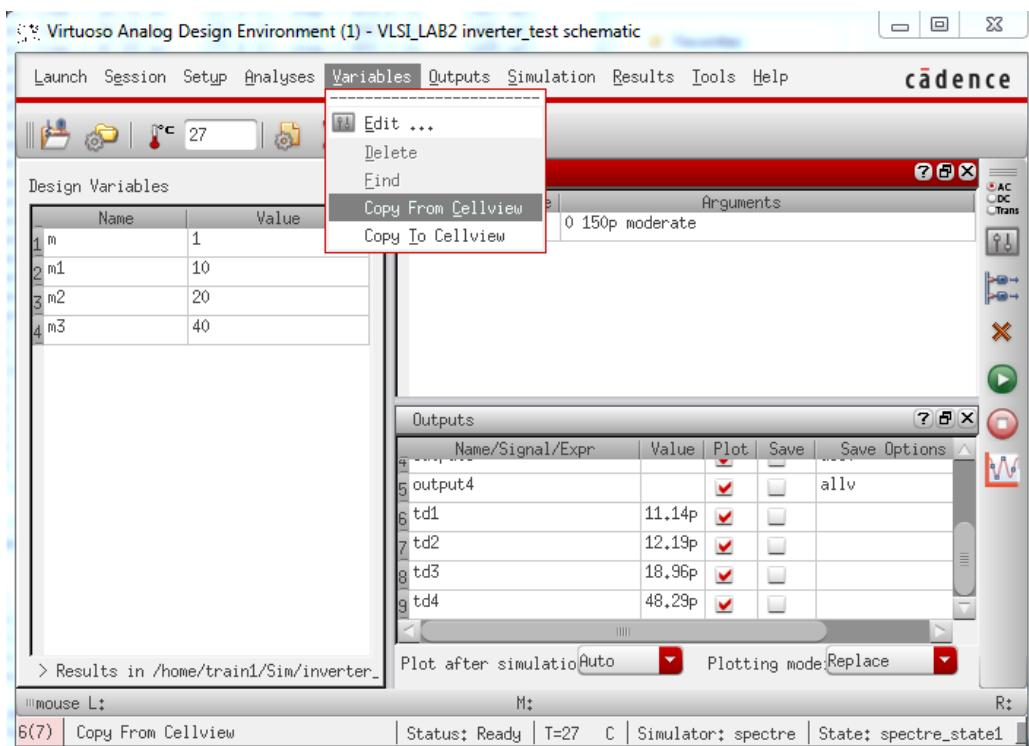
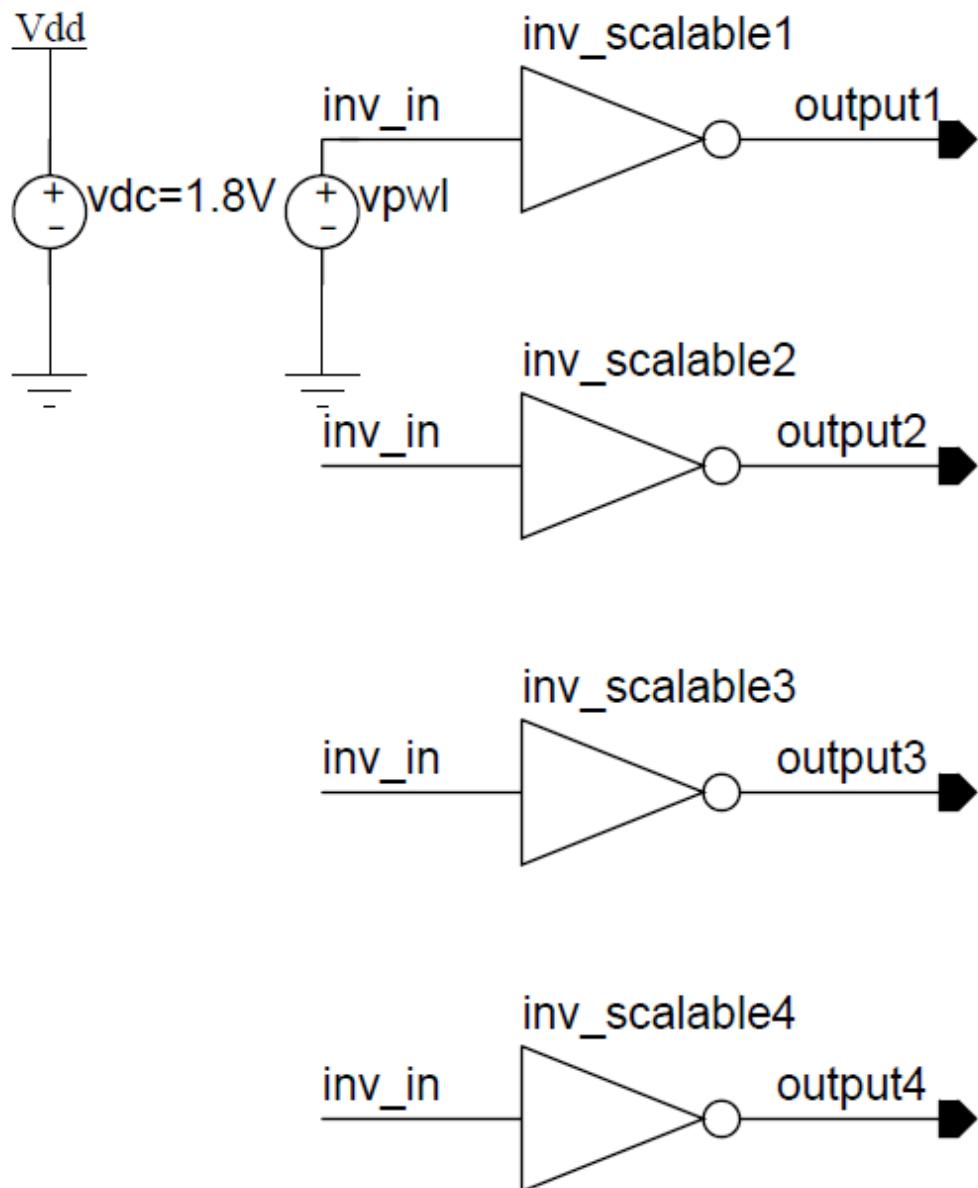
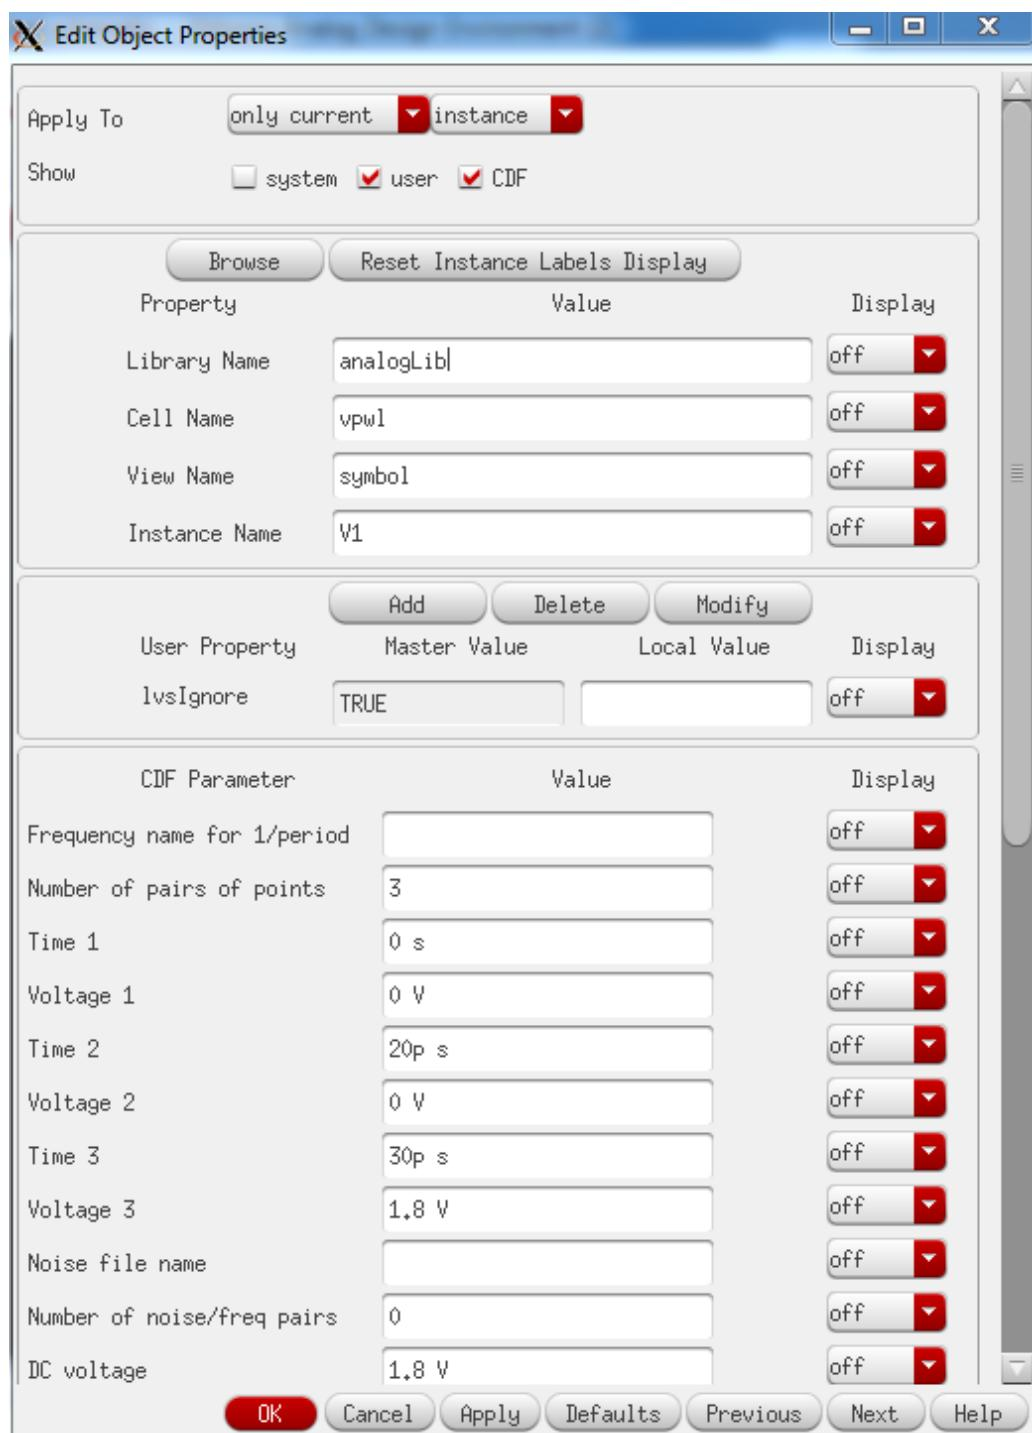

Figura 2.5: Inverter: Copierea variabilelor nou create din schema.
Figura 2.6: Inverter: Schema a 4 inversoare cu drive strength diferit, parametrii  $m$  si  $n$  diferenți.
Figura 2.7: Inverter: Proprietatile sursei vpwl.
2. în meniul *Analog Design Environment* adăugăm variabile nou create folosind meniul *Variables → Copy from Cellview* (vezi Figura 2.5).
Pentru calcularea automată a parametrilor  $t_{pdr}$  și  $t_{pdf}$  se poate folosi calculatorul integrat. După identificarea raportului  $W_p/W_n$  pentru care  $t_{pdr} = t_{pdf}$  putem începe simularea inversoarelor cu *drive strength* diferit. În scop didactic am considerat 4 configurații de inversor diferențite (4 scheme diferențite) în care am folosit 4 factori de multiplicare  $m - m_3$  pentru 4 celule diferențite de inversor, iar pentru *pMOS* acesta este înmulțit cu raportul optim  $W_p/W_n$  (vezi Figura 2.5). Schema celor 4 inversoare se găsește în Figura 2.6. Proprietățile sursei *vpwl* folosite în aceasta simulare se regăsesc în Figura 2.7. Notă: Nu uitati să alimentați circuitul la 1.8V.